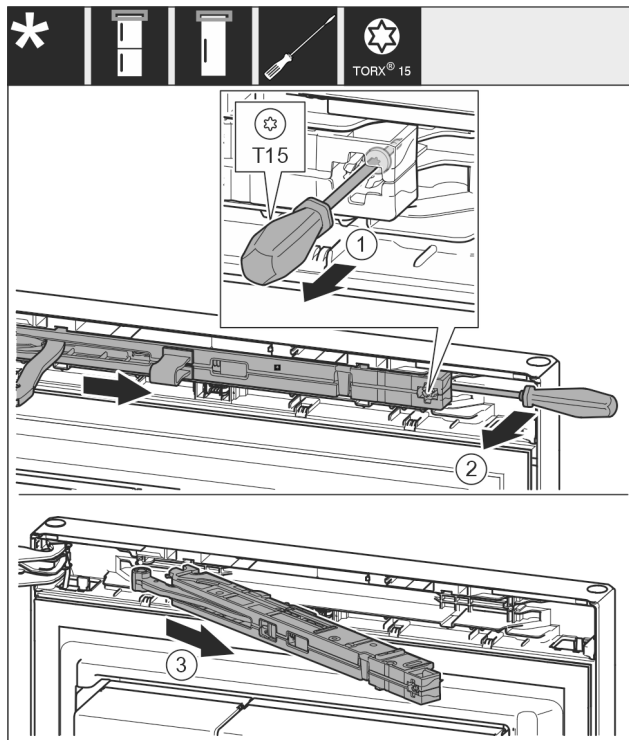

Fig. 11
- Atlaisvinkite uždarymo amortizatoriaus mazgą varžtą Fig. 11 (1) atsuktuvu 14 mm.
- Uždarymo amortizatoriaus mazgą Fig. 11 (2) rankenos pusėje atsuktuvu nuimkite į priekį.
- Ištraukite uždarymo amortizatoriaus mazgą Fig. 11 (3).